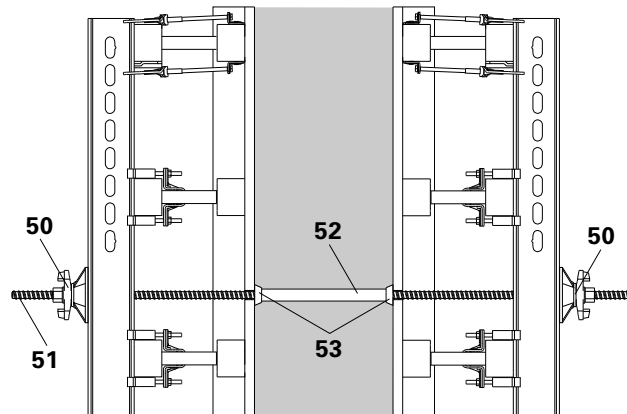

Fig. B8.01
1. Colocar la tuerca mariposa con placa articulada DW 15 (50) sobre la barra de atado e insertar esta (51), premontada desde un lado, desde afuera a través de la primera cara del encofrado.
2. Colocar el tubo distanciador (52) preparado con conos (53) sobre la barra de atado DW 15 (51).
4. Insertar la barra de atado DW 15 (51) a través del encofrado de cierre y colocar y ajustar la tuerca mariposa con placa articulada DW 15 (50). (Fig. B8.01)